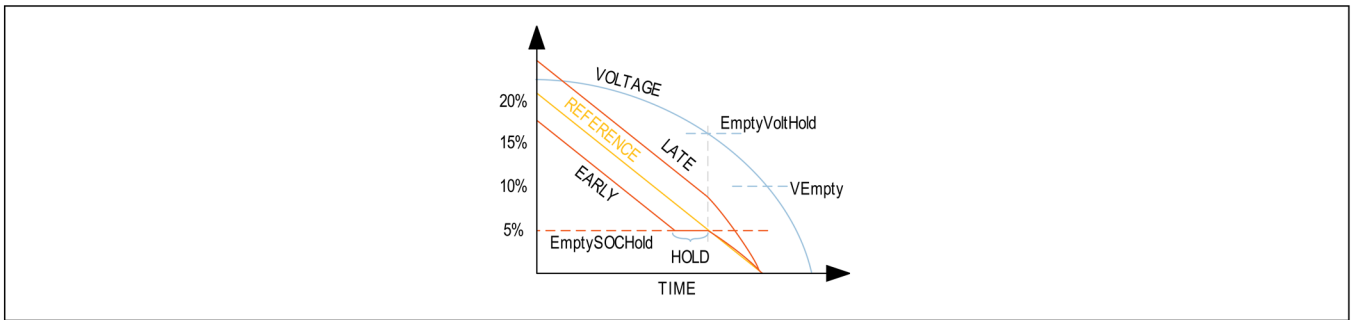

図 18. SOC ホールドの概念図
- **エンプティ・ホールド。** この機能は、エンプティ電圧を過ぎるまで、RepSOC が x% (デフォルトは 1%) 未満にならないように制限します。これは、特定のバッテリー・パーセンテージで強制的にシステムをシャットダウンするオペレーティング・システムに有効です。例えば Windows のコンピュータは、残量ゲージが 5% を切るとシステムをシャットダウンするか休止モードにします。したがって、エンプティ・ホールドを 6% に設定すれば、より多くの放電量を指定電圧レベルまで確保することができ、それによって多くの場合は動作時間を延長できます。SOCHold.EmptySOCHold で目的のエンプティ SOC を設定してください。図 18 に示すように、MAX77972 はバッテリー電圧が (Vempty + SOCHold.EmptyVoltHold) 未満に低下するまで SOC をホールドします。